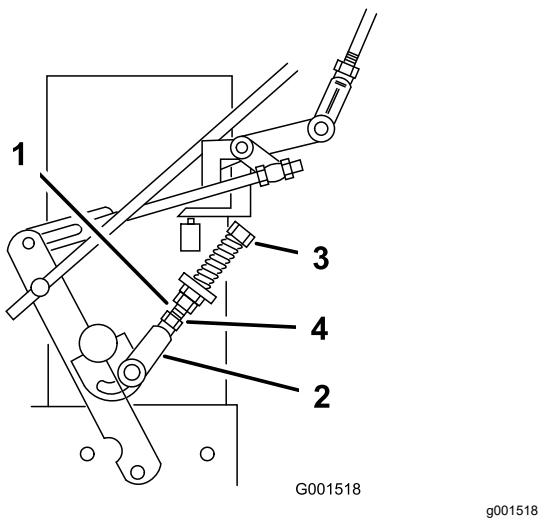

Figura 31
9. Si la rueda gira con la palanca de avance en la posición de PUNTO MUERTO, los acoplamientos del control de punto muerto deben ser ajustados (Figura 31).
10. Afloje la tuerca de la horquilla del acoplamiento del control de punto muerto (Figura 31).
11. Ajuste el acoplamiento del control de punto muerto hasta que la rueda motriz correspondiente deje de girar con la palanca de avance apretada contra el muelle de punto muerto (posición de PUNTO MUERTO), como se muestra en la Figura 31.
12. Gire el perno de ajuste $\frac{1}{4}$ de vuelta aproximadamente en sentido horario si la rueda gira hacia atrás. Gire el perno $\frac{1}{4}$ de vuelta aproximadamente en sentido antihorario si la rueda gira hacia adelante (Figura 31).